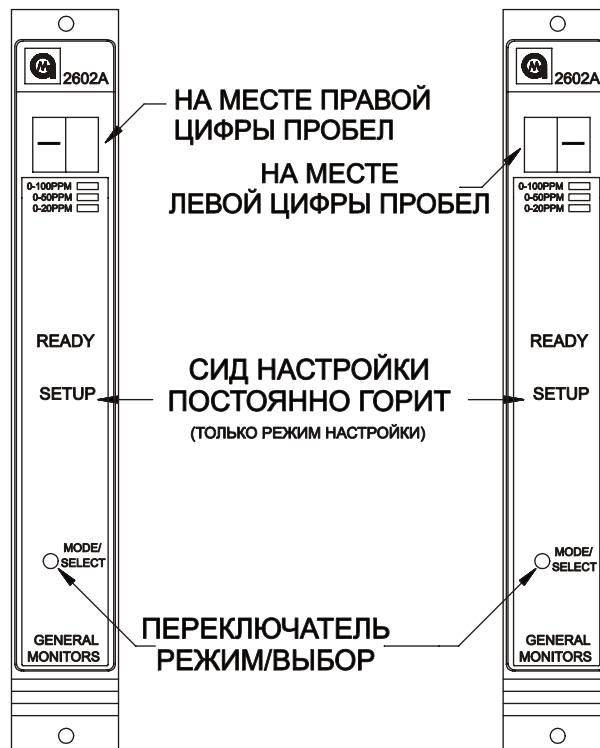

Рисунок 23 Ввод пароля
- Если пароль включен, на месте правой цифры на дисплее будет пробел, а на месте левой цифры на дисплее будет показан символ (-) (рисунок 23). Нажимайте переключатель Режим/Выбор до тех пор, пока на дисплее не будет показана первая цифра вашего пароля, затем ожидайте около пяти секунд.
- Тогда на месте левой цифры на дисплее будет пробел, а на месте правой цифры на дисплее будет показана черта (-) (рисунок 23). Нажимайте переключатель Режим/Выбор до тех пор, пока на дисплее не будет показан правильный номер вашего пароля, затем ожидайте около пяти секунд. Если пароль правильный, устройство переходит к параметру запрещения. Если пароль неправильный, пользователь не сможет продолжить, и устройство возвратится в нормальный режим работы. Войдя в рабочий режим, пользователь может попытаться повторно войти в Режим Настройки. Пароль, установленный по умолчанию на заводе-изготовителе, - 00.